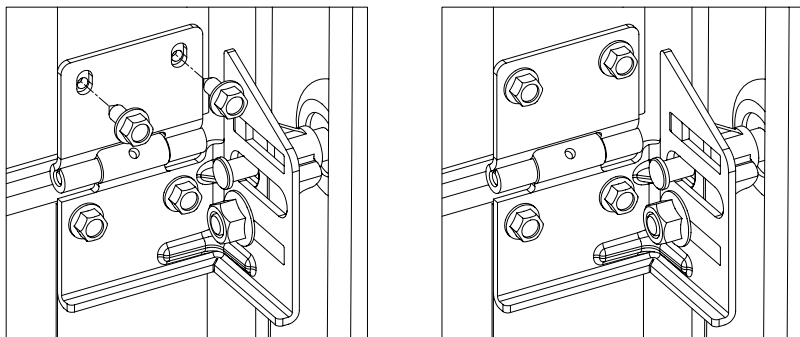

Fig. 14.1
- 3) spænd hængslet fast til det øverste panel med to 6,3×16 selvskærende skruer (fig.14.1).